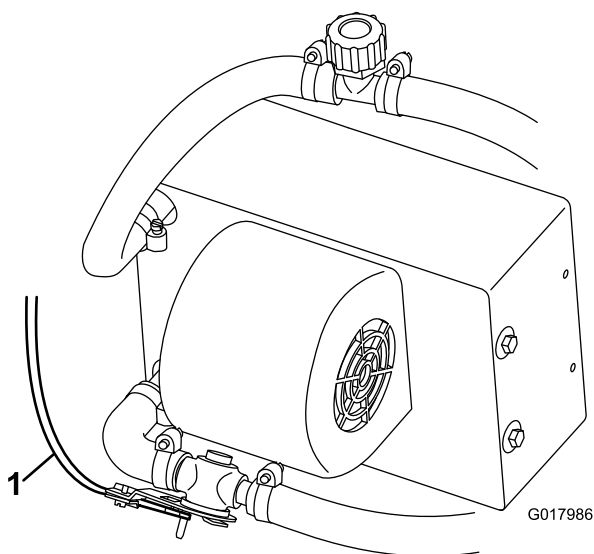

Figura 6
8. Encaminhe e ligue o cabo do controlo do aquecedor à válvula do aquecedor (Figura 6).